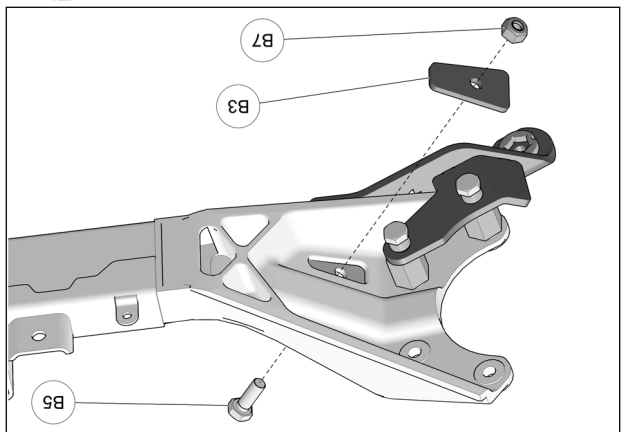

Fig. 9
9. Installer le couvert (B3) à l'intérieur du bras de suspension en utilisant le boulon (B5) et l'écrin (B7) fournis. Serrer à un couple de 50 N•m [37 lb•pi]. Voir la Fig. 9